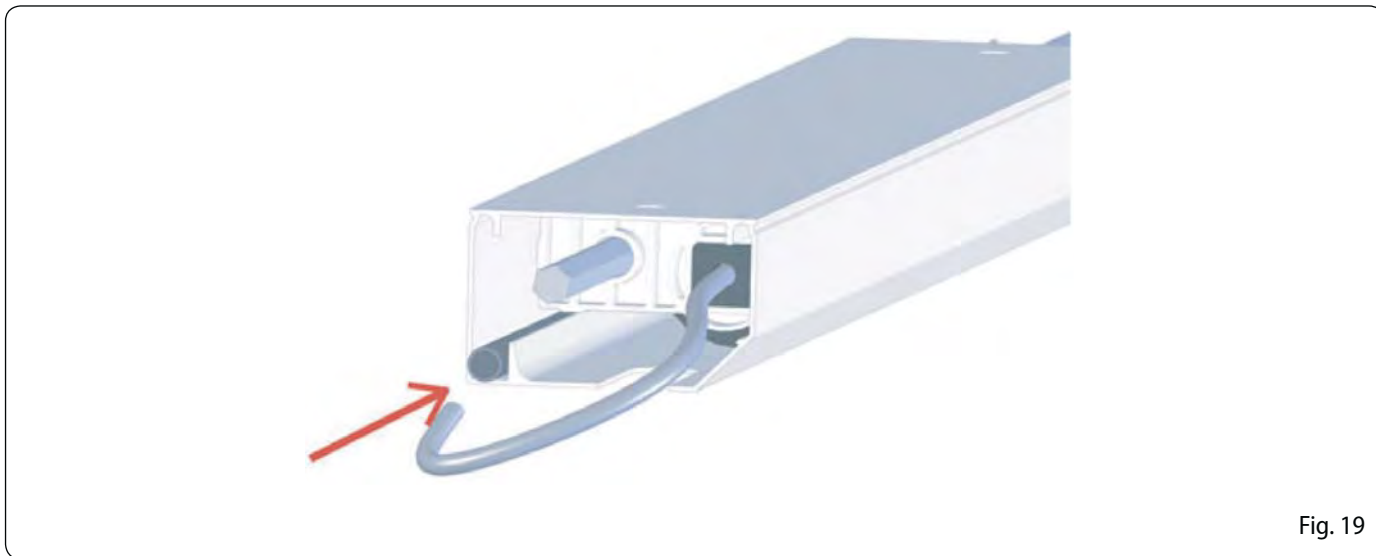

Fig. 19
- passer le câble électrique dans le tube en PVC prévu à cet effet (voir l'image de la Fig. 19).